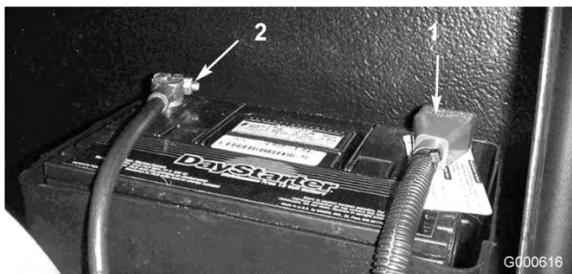

図 42
5. 赤い (+) ケーブルをバッテリーの (+) 端子に、黒いケーブル (-) はバッテリーの (-) 端子に固定する (図 42) ケーブルはキャップスクリュとナットで各電極に確実に固定すること。プラス端子が電極に十分にはまり込んでいること、ケーブルの配線に無理がないことを確認する。ケーブルとバッテリー・カバーを接触させないこと。ショート防止のために (+) 端子にゴムキャップをかぶせる。